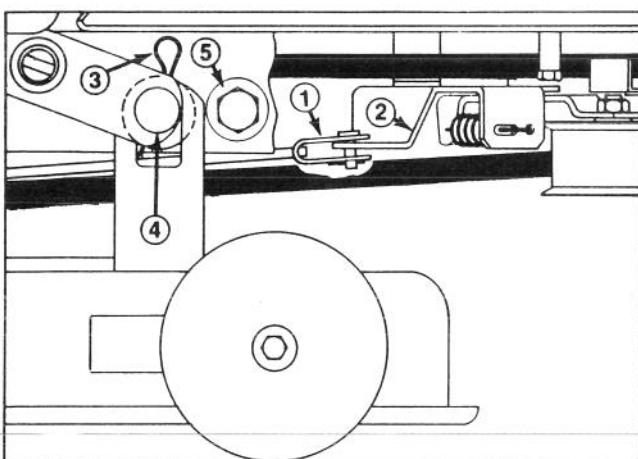

Abbildung 17
9. Den das Deckbremsgestänge am Mitläufersprofil absichernden Splint und Gabelkopfstift entfernen (Abb. 17).
10. Die das Mäherdeck an den Montagestiften absichernden zwei (2) Haarnadel-Splints und Unterlegscheiben entfernen (Abb. 17). Das Mäherdeck fassen und zur Seite schieben, bis es sich von den Stiften freimacht; dann vorwärts schieben, bis die vorderen Montageprofile nach unten fallen.
5. Die die Deckanschläge an beiden Seiten des Mäherchassis absichernden Kopfschrauben, Halterungen und Gegenmuttern entfernen (Abb. 17). Das Mäherdeck zur Entspannung des Treibriemens nach hinten schieben.